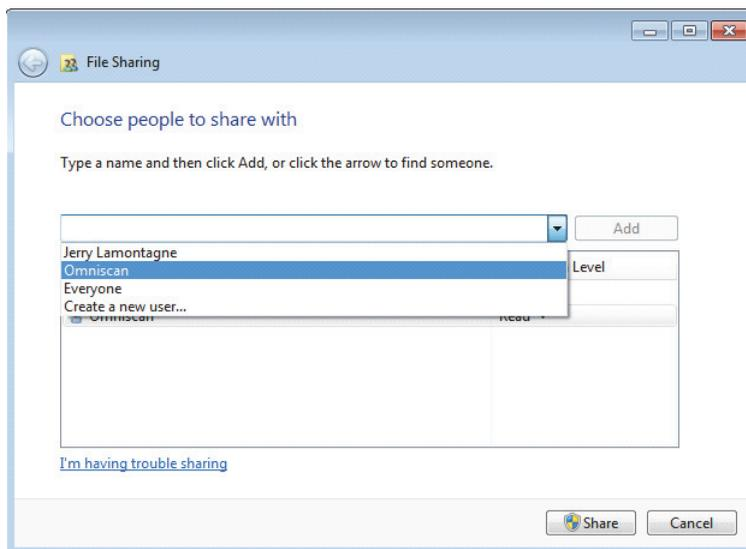

Figure 7-28 Boîte de dialogue File Sharing (Windows 7)
5. Dans la boîte de dialogue **File Sharing** (Partage de fichiers) [voir la Figure 7-28 à la page 240], sélectionnez **OmniScan**, et puis cliquez sur **Add** (Ajouter).